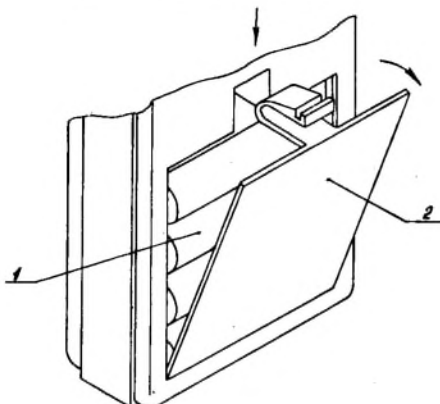

Рис. 3
5.1.2. Снимите крышку батарейного отсека (рис.3), установите 4 элемента АЗ16 согласно схеме, указанной в батарейном отсеке, строго соблюдая их полярность.